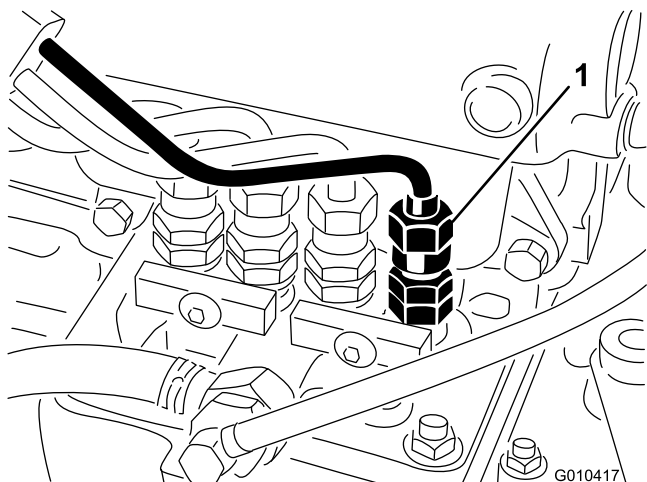

Figure 35
1. Desserrez le raccord entre l'injecteur n° 1 et le porte-injecteurs sur la pompe d'injection (Figure 35).